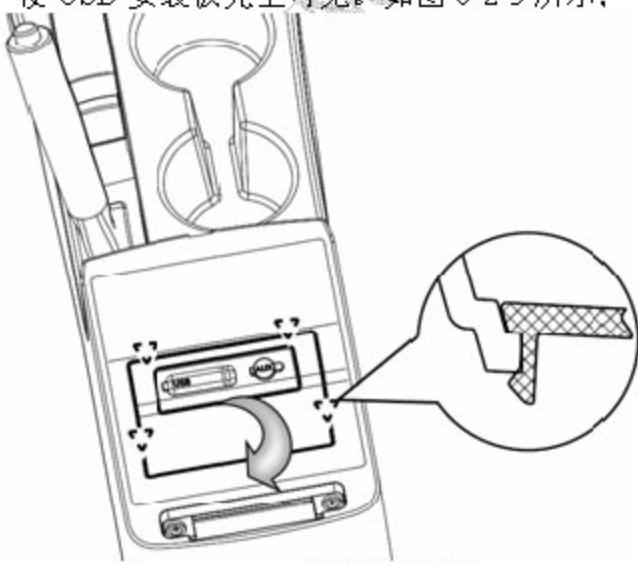

图 6-2-6 USB 安装板的拆卸 b
- B).用一字螺丝刀沿 USB 安装板与副仪表板本体配合处小心撬起安装板，直至将全部配合卡脚全部松开，向后翻转取下 USB 安装板。如图 6-2-6 所示；